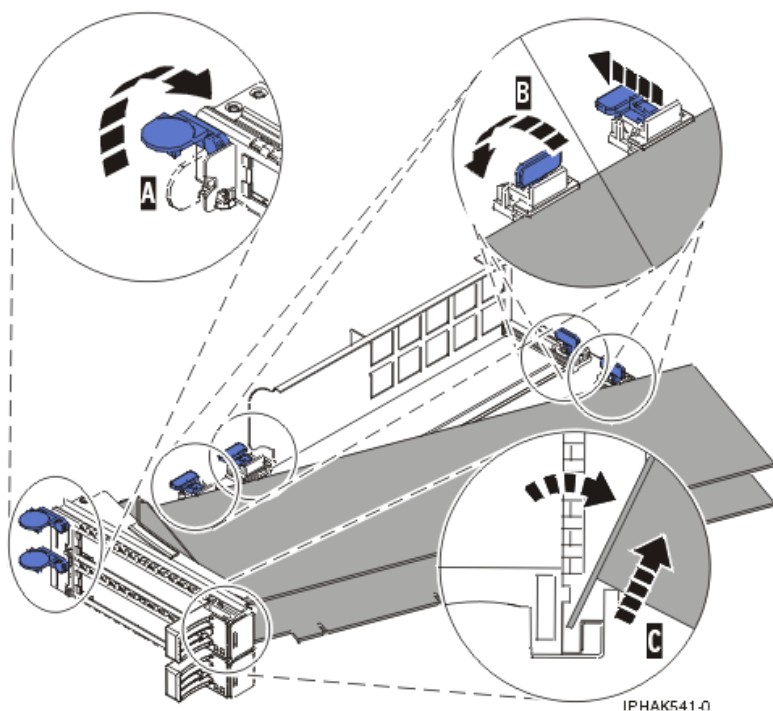
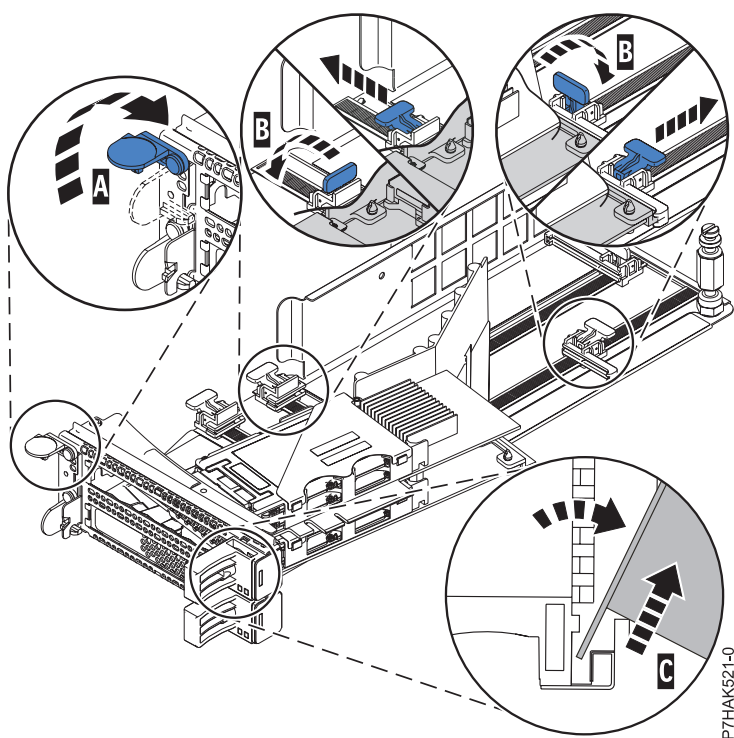

Figure 93. Retrait de la carte de la cassette de cartes PCI
Figure 94. Retrait de la carte PCIe RAID et SSD SAS de la cassette de cartes PCI
- d. Dévissez le pivot (C) et placez-le en lieu sûr
- a. Déverrouillez les crochets de retenue (B) de l'adaptateur en faisant pivoter les pattes de retenue (A) pour les mettre en position horizontale. Voir figure 93, à la page 103. Si vous retirez une carte PCIe RAID et SSD SAS, voir figure 94, à la page 103.
- b. Poussez les crochets de retenue (B) hors de la carte.
- c. Déverrouillez le levier de blocage de contre-poupée de la carte (A).
- e. Soulevez la carte pour la faire sortir du bloc de retenue de la contre-poupée (C).